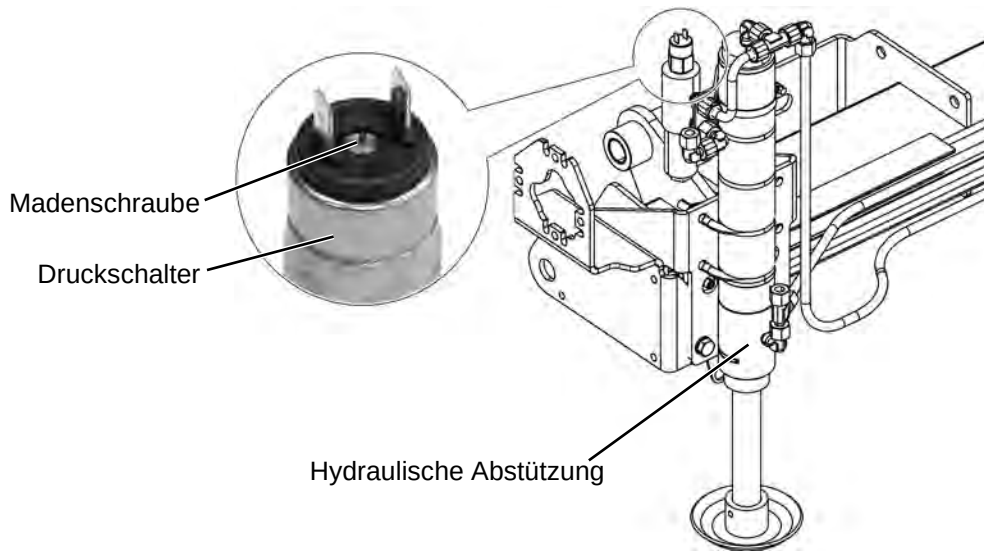

Abbildung 51: Hydraulische Abstützung, Druckschalter
- Drehen Sie zu diesem Zweck die Madenschraube am Druckschalter (siehe Abbildung 51).